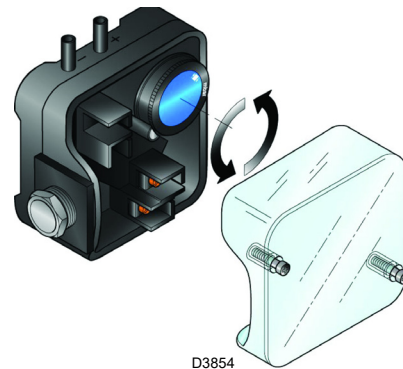

Fig. 26
- Regular el presostato aire al inicio de la escala (Fig. 26).